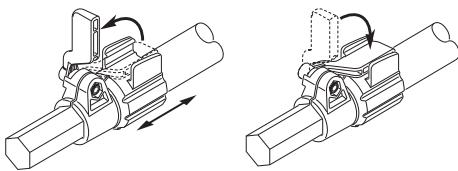

Figura 12 - Extendiendo la Pértiga Telescópica
1. Para extender la pértiga, desbloquee la palanca de sujeción como se indica en la Figura 12. La pértiga se deslizará libremente.
3. Para bloquear la pértiga apriete la palanca de sujeción como se muestra en la Figura 12.